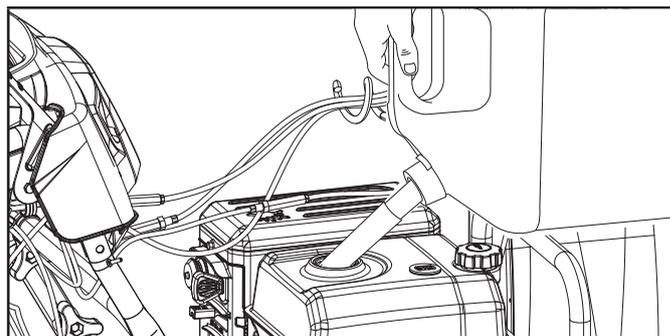

Figure 8
2. Ajoutez de l'essence jusqu'au bas du repère du niveau d'essence, dans le col du réservoir d'essence. Ne mettez pas trop d'essence. Essayez l'essence renversée avant de démarrer la souffleuse à neige. Capacité du réservoir d'essence : 2,6 L (0,7 gal). (figure 8)